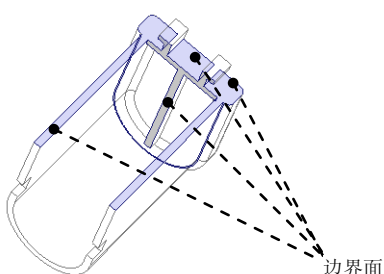

图 9.10 定义边界面（一）
① 按住 **Shift** 键，选取图 9.10 所示的参考模型的四个曲面为边界面，此时图 9.10 中所示的边界面会加亮。